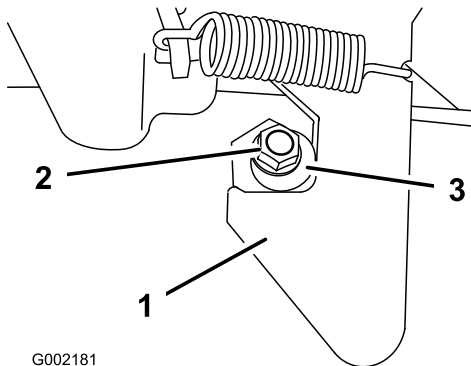

Figura 55
1. Allentate il dado di bloccaggio sull'estremità della colonnetta di ancoraggio (Figura 55).
2. Ruotate la colonnetta di ancoraggio in senso orario finché non si trova saldamente contro la sezione di aggancio del fermo (Figura 55).